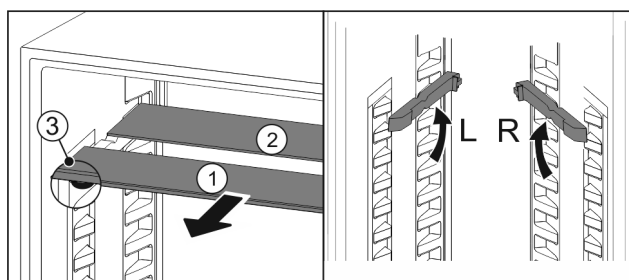

Fig. 76
- estrarre i ripiani di vetro singolarmente tirando in avanti Fig. 76 (1).
- Il piano in vetro Fig. 76 (1) con il motivo ornamentale è nella parte anteriore.
- I fermi Fig. 76 (3) sono rivolti verso il basso.